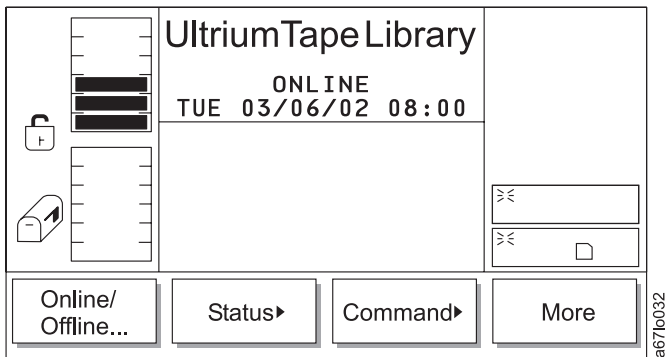
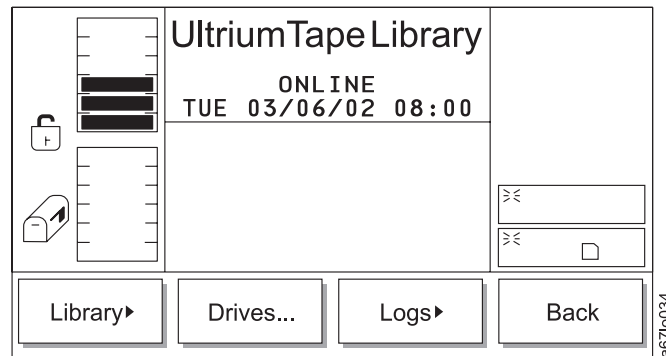

Abbildung 76. Hauptmenü (Eingangsanzeige)
Abbildung 81. Statusmenü
Das Hauptmenü ist das erste interaktive Menü, das nach dem Einschalten angezeigt wird. Das Hauptmenü besteht aus der Eingangsanzeige und der Alternativanzeige. Alle nachfolgenden Menüs und Optionen sind über das Hauptmenü auswählbar. Es sind acht Optionen verfügbar, wobei vier der Optionen immer verfügbar sind. In Abb. 76 wird die Eingangsanzeige des Hauptmenüs gezeigt.
Tabelle 25. Übersetzung von Abb. 76, Hauptmenü (Eingangsanzeige)
Benutzen Sie das Statusmenü für statische und dynamische Betriebsstatistiken. Wählen Sie im Hauptmenü (Eingangsanzeige) **Status** aus, indem Sie den Knopf unter dem Programmfunktionssymbol **Status** drücken (siehe Abb. 76 auf Seite 101). Das Statusmenü erscheint (siehe Abb. 81).
Tabelle 30. Übersetzung von Abb. 81, Statusmenü
- Wird **Back** ausgewählt, erscheint das Hauptmenü (siehe Abb. 76 auf Seite 101).
- Wird **Back** ausgewählt, erscheint das Statusmenü (siehe Abb. 81 auf Seite 105).